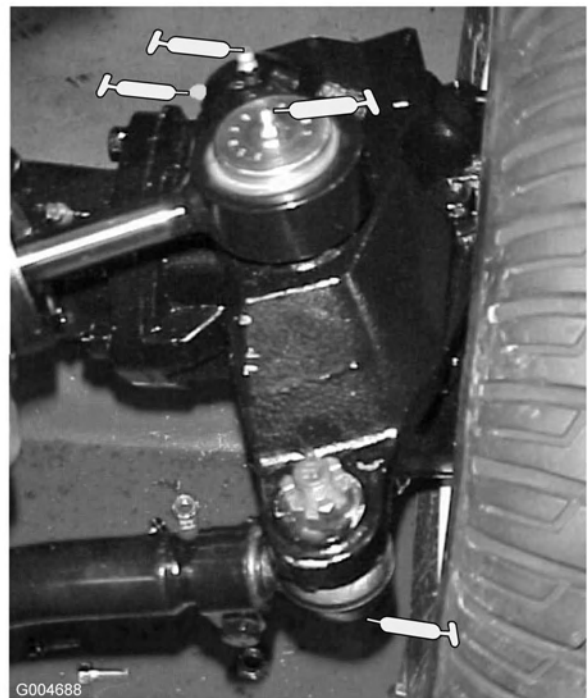

Bild 37
- Lenkzylinder-Kugelgelenke (2) (Bild 37)
- Zugstange-Kugelgelenke (2) (Bild 37)
- Achsschenkelbolzen (2) (Bild 37)